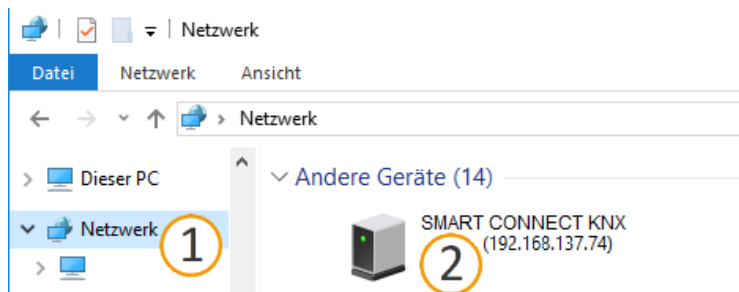

Abbildung 21: Aufruf der Gerätewebseite über Netzwerkumgebung
- Alternativ wählen Sie das Gerät in der Netzwerkumgebung in der Kategorie <<Andere Geräte>> (siehe Abbildung 21, Pos. 1): Doppelklicken Sie auf das Icon des Geräts (siehe Abbildung 21, Pos. 2).